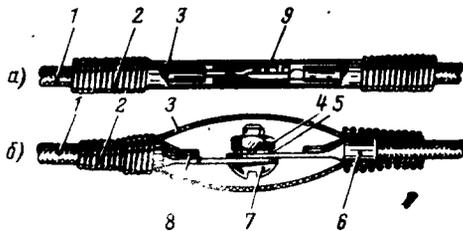

Рис. 56. Состыкованные провода:
4. В тех случаях, когда провод оборван или повреждены его токоведущие жилы, а заменить весь провод не представляется возможным, может быть применен стыковка провода с помощью индивидуального разъема или стыковка под винт с предварительной пайкой наконечников. Образцы такой стыковки показаны на рис. 56. Места стыков проводов необходимо изолировать так, как указано выше применительно к ремонту поврежденной изоляции.